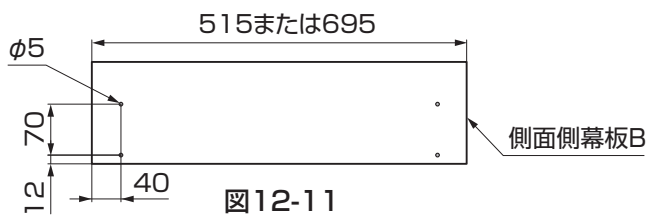

図12-11
⑨側面側幕板Bの両端に4ヶ所、φ5の下孔をあけてください。(図12-11参照)
⑩側面側幕板Bを、くり貫き部用幕板固定金具にφ4×25サラドリルネジで取付けてください。